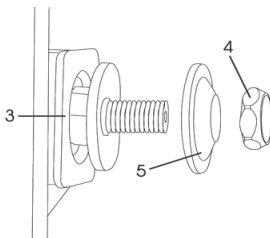
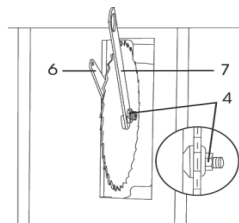

Fig. 16 – Extracción de la brida del eje para sustituir la hoja de sierra
Fig. 17 – Montaje de la lámina
- 4 - Trabe el eje (3) con la llave (6) y suelte la tuerca de apriete (4) con la llave (7), en seguida remueva la golilla externa (5);
- 5 - Inserte la lámina en el eje de la máquina (3) - los dientes de la lámina de sierra deben estar vueltos para el frente de la máquina;
- 6 - Instale la golilla (5), asegúrese de que la golilla esté bien encajada, haga el apriete utilizando la tuerca (4); (5);
- 7 - Para dar el apriete final utilice las llaves (6) y (7), conforme fig. 16 y fig. 17;